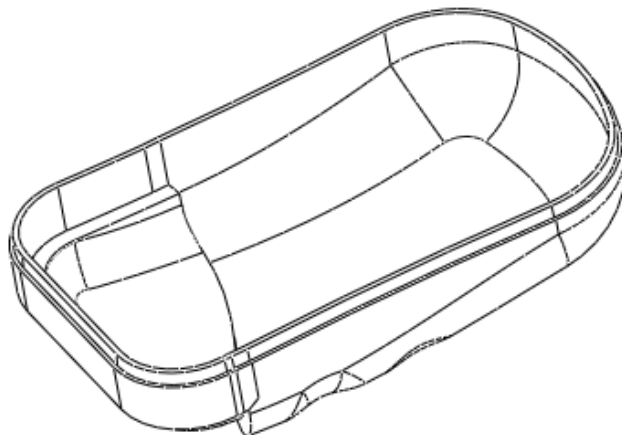

图 42-39
- (6) 输入拔模角度为“5↵”，完成唇特征的建立，如图 42-39 所示。